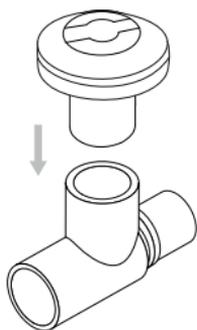
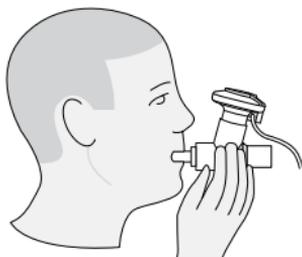

Figura 3. Encaixe do nebulizador na peça em T
Figura 12. Ligação a um bocal
- 3 Encaixe o nebulizador na peça em T, empurrando-o firmemente (Figura 3).
Quando utilizar um bocal, ligue o nebulizador à peça em T, tal como mostrado na Figura 3 e, em seguida, ligue a peça em T ao bocal, encaixando firmemente as peças uma na outra (figura 12).
Advertência: para assegurar uma nebulização correcta, mantenha o nebulizador numa posição vertical (Figura 12).